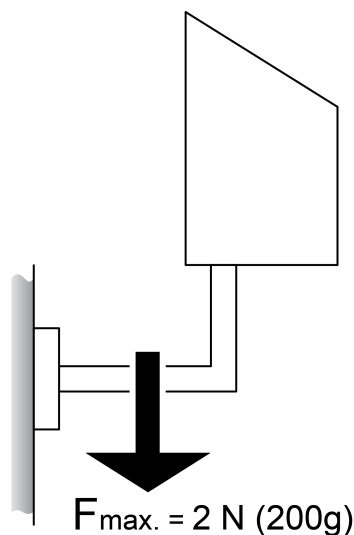

Рисунок 4: Максимальная нагрузка на кронштейн
- Провести провода подачи напряжения и соединение шин через один из двух кабельных вводов (11) в коробку выводов (3).
- Подключить питающее напряжение к соединительной клемме (9).
- Подключить провод шины KNX к соединительной клемме (10).
- Подключить соединительный штекер головки датчика (1) к клемме датчика (8) в коробке выводов (3).
- ⓘ Кронштейн (2) при закрывании клеммовой колодки может сломаться. Не использовать кронштейн в качестве рычага (рисунок 4).